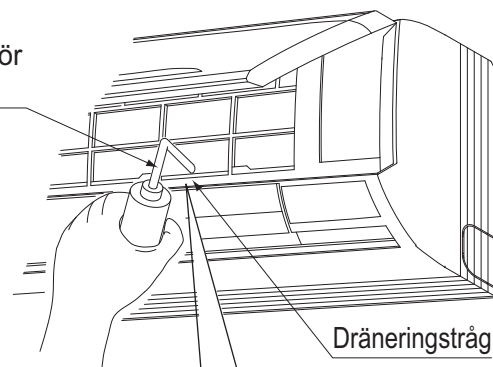

Bild 20
(2) Kontrollera att dräneringen fungerar som den ska.
- När dräneringsrörarbetet är färdigt kontrollerar du dräneringen genom att öppna frontpanelen, **ta bort luftfiltret**, hälla vatten i dräneringstråget och kontrollera att vattnet rinner ut genom dräneringsslangen. **(Se bild 20)**